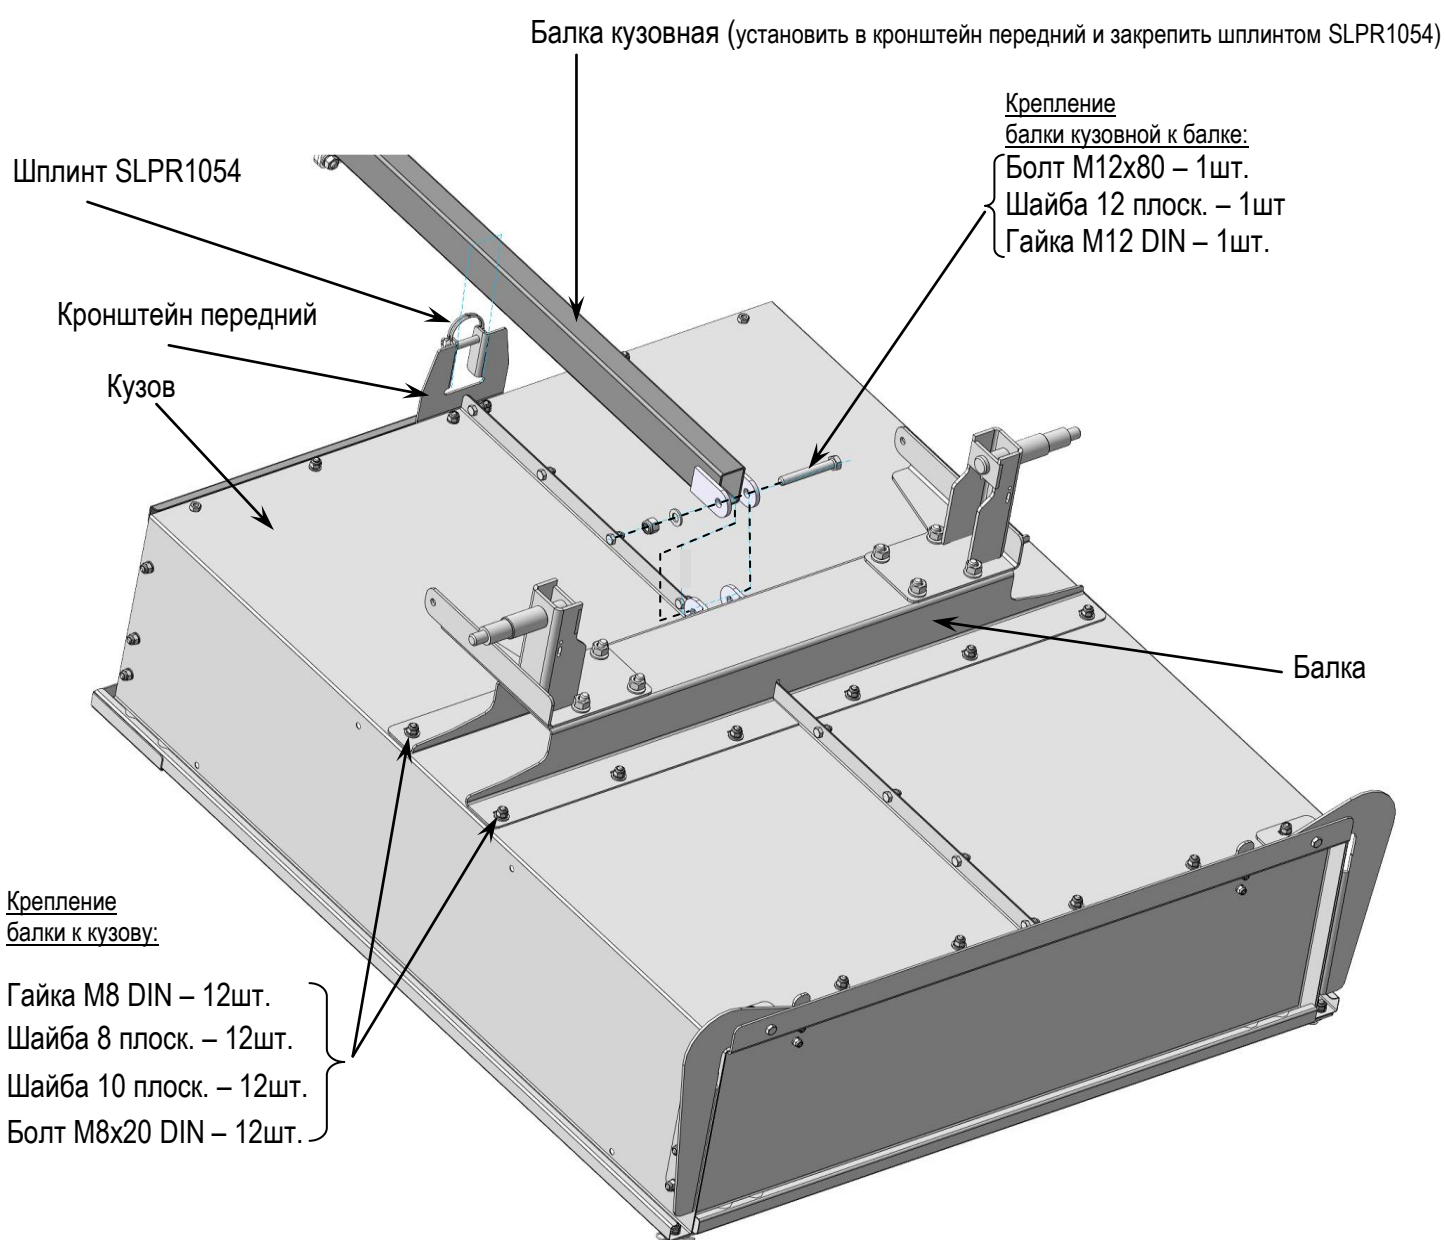

Рис.8 Схема сборки кузова с балкой и балкой кузовной.
4. Установить на кузов балку и балку кузовную– Рис.8.